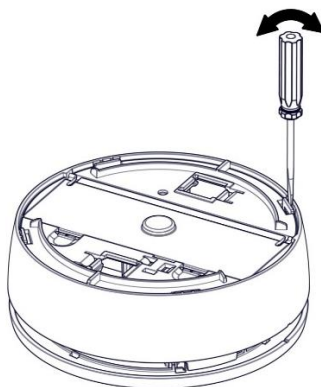

Figure 14
3. À l'aide d'un tournevis, appuyez sur les 4 loquets et retirez le boîtier du détecteur (*reportez-vous à la Figure 14*).